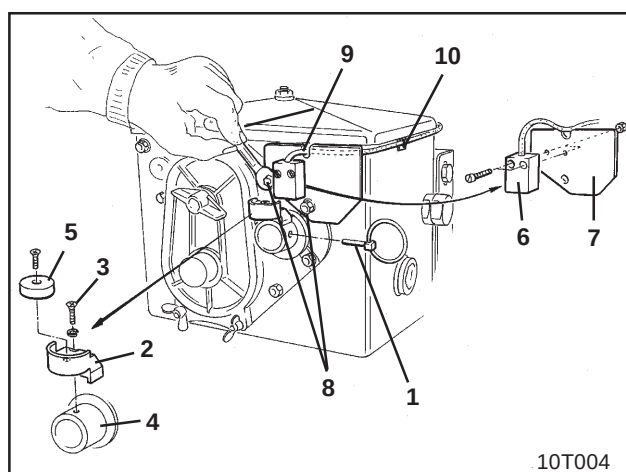

Fig. 6.2
- Ringsplitten (fig. 6.2/1, forbinder røreakselen med trækket) fjernes.
- Magnet holderen (fig. 6.2/2) monteres på gearkassens hulaksel med den selvskærende skrue M4 x 10 (fig. 6.2/3) og fjerskiven (fig. 6.2/4).
- Magneten (fig. 6.2/5) skrues på magnet holderen med en selvskærende skrue M4 x 10.
- Sensoren (fig. 6.2/6) skrues på sensor holderen (fig. 6.2/7).
- Sensor holderen (fig. 6.2/7) skrues på gearkassen med to møtrikker fra gearkassen (fig. 6.2/8).
- Sensor kabelet (fig. 6.2/9) føres op til traktorkabinen.
- Kablet på såmaskinen sættes fast med klæbeplader (fig. 6.2/10) og kabelbånd. Klæbepladerne skal være rene og fri for fedt.
- Ringsplitten (fig. 6.2/1) sættes i hulakselen til gearkassen.